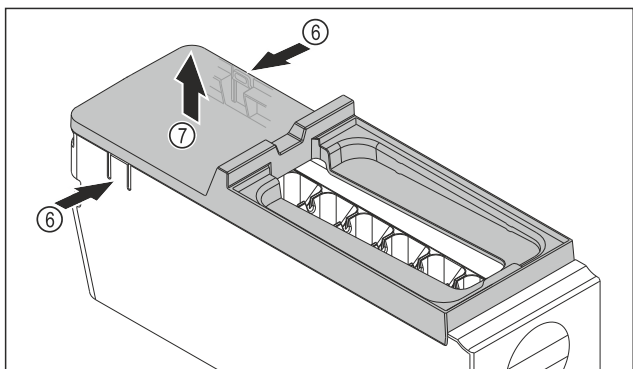

Fig. 131
- ▶ Odstráňte kryt korpusu EasyTwist-Ice: strmene Fig. 131 (6) na oboch stranách korpusu EasyTwist-Ice zatlačte rukou.
- ▶ Kryt Fig. 131 (7) odoberte druhou rukou smerom nahor.